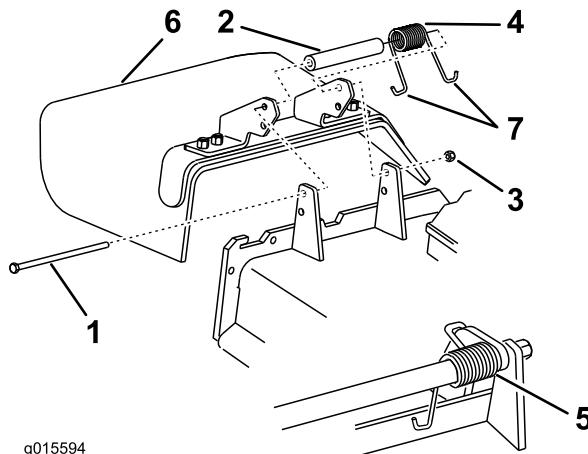

Figure 100
**Remarque:** Prenez soin de placer une extrémité en J du ressort derrière le bord du tablier avant de mettre le boulon en place, comme illustré à la Figure 100.
3. Remettez le boulon et l'écrou en place. Accrochez l'extrémité en J du ressort au déflecteur d'herbe (Figure 100).
1. Retirez le contre-écrou, le boulon, le ressort et l'entretoise qui fixent le déflecteur aux supports de pivot (Figure 100). Déposez le déflecteur d'herbe s'il est endommagé ou usé.